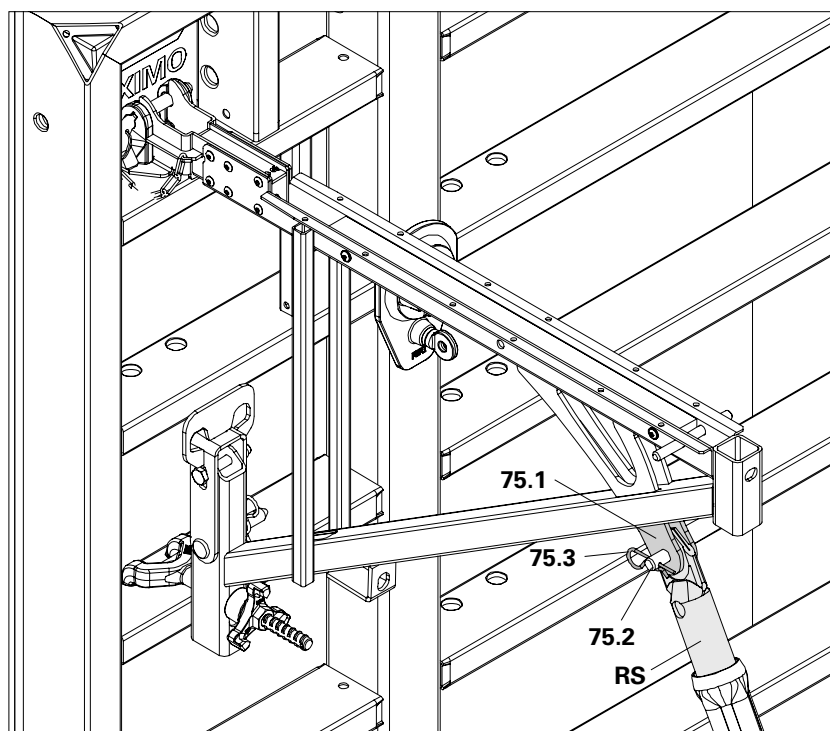

Fig. A6.01b
Connecter l'étais tirant-poussant (RS) et les cosses de connexion (**75.1**) avec des boulons (**75.2**) et des goupilles de sécurité (**75.3**). (Fig. A6.01b)